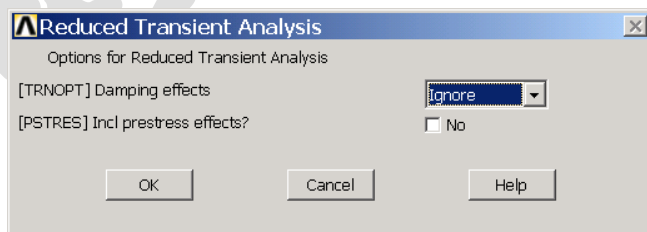

图10.33 缩减法选项设置
(4) 单击 Main Menu>Solution>Analysis Type>Analysis Options 菜单，弹出如图 10.33 所示的【Reduced Transient Analysis】对话框。在【Damping effects】下拉列表中选择【Ignore】，然后单击【OK】按钮。